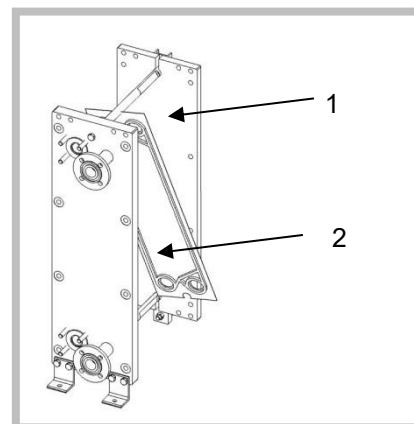

Рисунок 36
2. Пусть второй человек зафиксирует пластины теплообменника, чтобы они не соскальзывали. По отдельности задвинуть каждую пластину в направлении крышки каркаса [1] и отклонить ее в сторону (Рисунок 36). Отклонить пластину теплообменника [2] в сторону наружу.